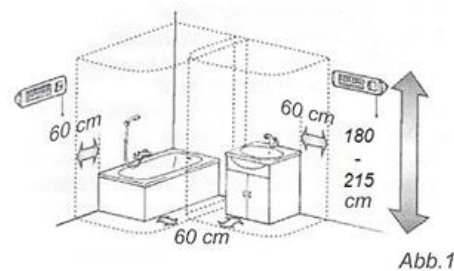

Abb.1
17. Bei Montage in einem Badezimmer ist es notwendig die Sicherheitsabstände aus der Abbildung 1 zu erfüllen. Zwar ist eine minimale Höhe von 180 cm und eine minimale Entfernung von 60 cm von Wasserquellen zulässig, dennoch sollte das Gerät und andere Schalter oder Steuerelemente nicht von Personen in der Badewanne oder Dusche erreicht werden können.